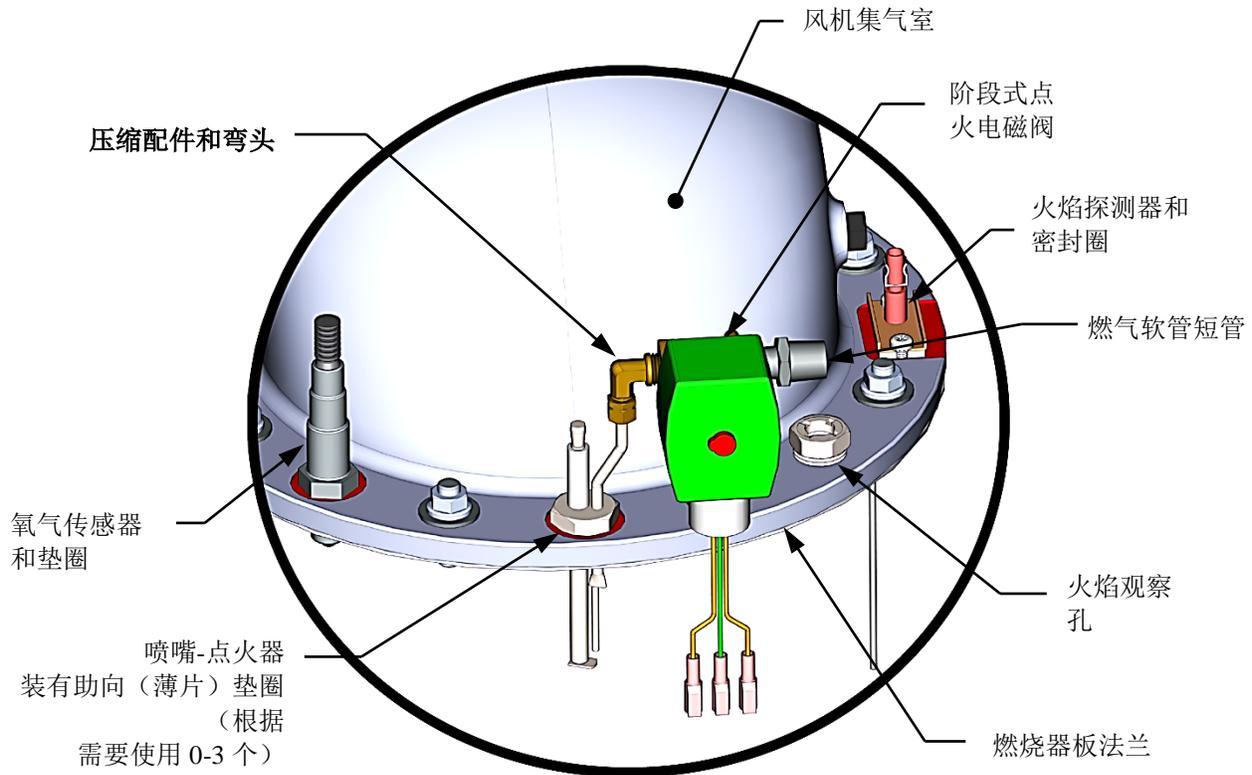

图 7-2: 点火器-喷嘴和火焰探测器安装详细情况
4. 参见图 7-2 中的局部分解图。用 7/16 英寸开口扳手断开用于将点火器-喷嘴的燃气注入管固定到阶段式点火组件弯管的压缩螺母。将阶段式点火组件从点火器-喷嘴上断开。
4. 拆下两 (2) 个将火焰探测器固定到板上的螺钉 (图 7-2)。火焰探测器分别由一 (1) 个 #10-32 螺钉和一 (1) 个 #8-32 螺钉固定到燃烧器板上。
2. 抓住顶部手柄，直接拉出，以从设备上拆下顶部护罩。这将使护罩与侧部面板上的四 (4) 个针脱离。
3. 从安装在燃烧器板上的火焰探测器拆下导线。参见图 7-2。
4. 拆下两 (2) 个将火焰探测器固定到板上的螺钉。火焰探测器分别由一 (1) 个 #10-32 和一 (1) 个 #8-32 螺钉固定到燃烧器板上。
7. 使用 7/16 英寸开口扳手，断开用于将点火器-喷嘴的燃气注入管固定到阶段式点火组件弯管的压缩螺母（参见图 7-2）。将阶段式点火组件从点火器-喷嘴上分开。